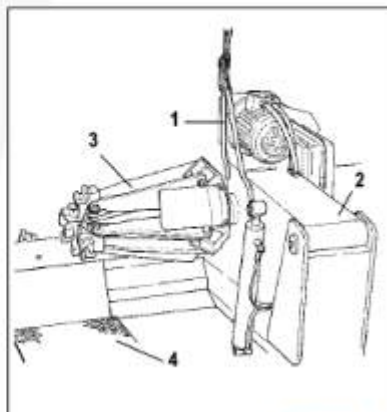

Рисунок 33
(на стенде для транспортировки установлена вилка 1 (рис. 33).
1) Опустите вниз до конца кронштейн самоцентрирующейся цапги 2 (рис. 33).
2) Полностью сложите кронштейны цапги 3 (рис. 33).
3) Каретку 4 (рис. 33) до упора подведите к кронштейну.